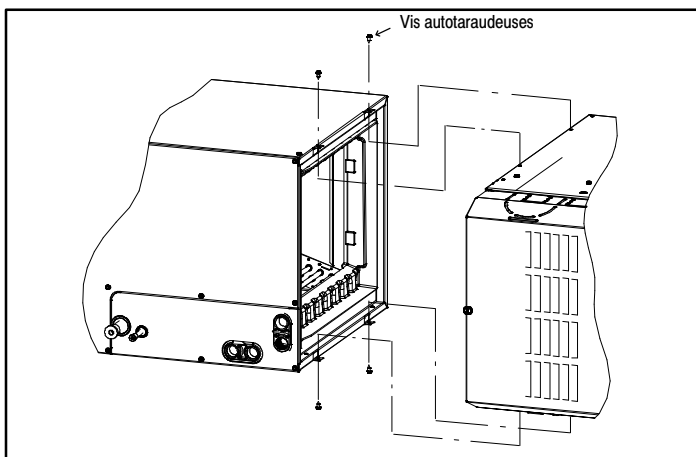

Figure 7 – Installation horizontale vers la gauche
3. Utilisez des vis autotaraudeuses pour fixer l'appareil de chauffage. (Consultez la **Figure 7.**)